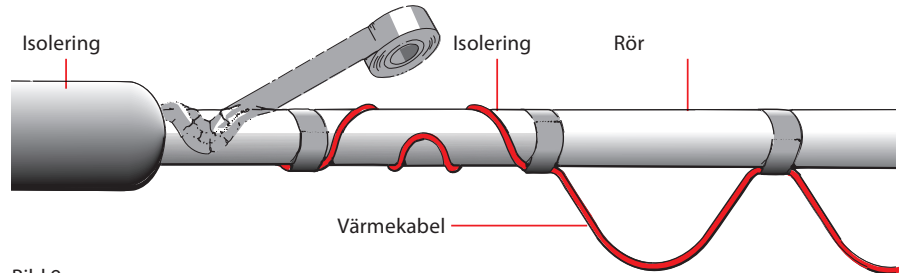

Bild 9
2. Kabeln fästs vid röret i vågor eller i en spiral, se fig. 9.